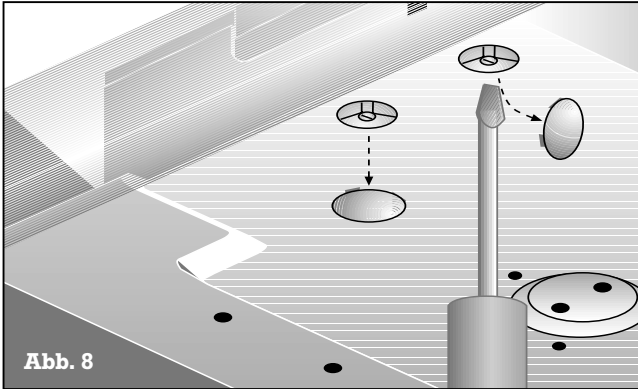

Abb. 8
- Entfernen Sie die Abdeckung an der Unter- seite des Gerätes unter den Gashähnen. Die Kleinstelldüse 1 befindet sich im Gashahn und wird von unten eingeschraubt. (siehe Abb. 8)